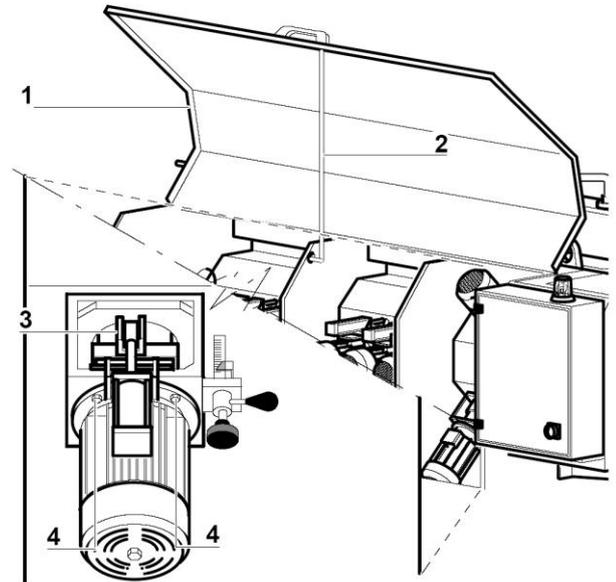

Fig. 49
1. Ouvrir la porte d'accès postérieure à la zone des moteurs (Fig. 49/1).
2. Bloquer la porte par la barre spéciale (Fig. 49/2).
3. Enlever les enclenchements du moteur (voir PIÈCE JOINTE D) et ces des mécanismes à manivelle du système de réglage pneumatique (Fig. 49/3 et par. 5.9).
4. Dévisser les vis de fixation de la plaque de support du moteur du mandrin chanfreiné (Fig. 49/4).
5. Pour le montage, exécuter les mêmes opérations au contraire en ayant soin de centrer parfaitement l'axe du moteur avec l'axe du mandrin, avant de serrer définitivement les vis de fixation (Fig. 49/4).